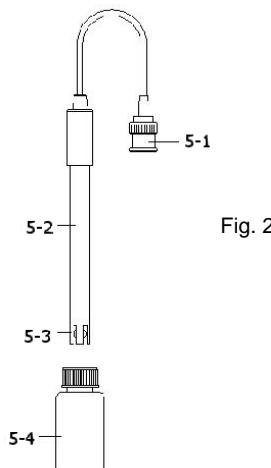

Fig. 2
- 2) Prepare o eletrodo de pH (opcional), introduza o "conector da sonda" (5-1, Fig. 2) na "tomada de entrada de pH/BNC" (3-16, Fig. 1).
- 4) Segure o "Cabo do Eletrodo" (5-2, Fig. 2) com uma mão e introduza totalmente "a cabeça do sensor" na solução a medir enquanto move suavemente o eletrodo (5-3, Fig. 2).
Quando já não estiver a usar o Eletrodo, deverá introduzir "a cabeça do eletrodo" (5-3, Fig. 2) no "Frasco de proteção" (5-4 Fig. 2)
- 1) Prepare o eletrodo de PH (opcional), instale a “tomada/plugue da sonda” (5-1, Fig. 2) na “tomada de PH/BNC”(3-16, Fig. 1). Acenda o medidor pressionando uma vez a “tecla Acender” (3-2, Fig. 1). Selecione o modo de medição de pH.
- 3) Segure o “Cabo do Eletrodo” (5-2, Fig. 2) com uma mão e introduza totalmente “a cabeça do sensor” na solução a medir enquanto move suavemente o eletrodo (5-3, Fig. 2). Na tela aparecerá o valor de pH.